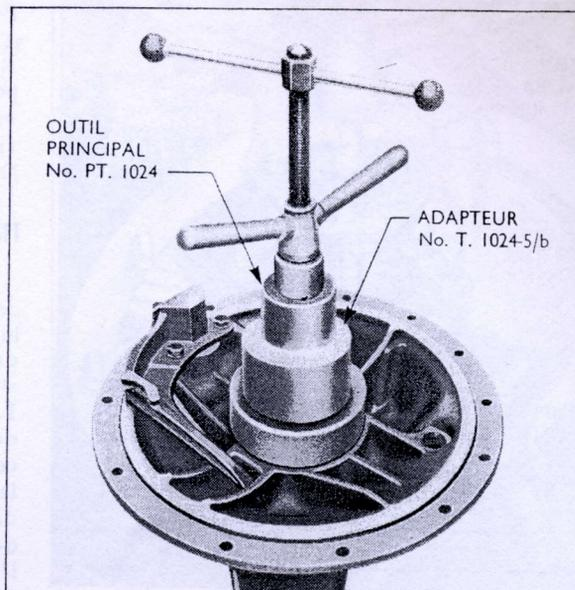

Fig. 13
1. Pour extraire la cuvette du roulement gauche de différentiel, utiliser l'outil principal PT 1024 avec la bague T 1024-5/b et les demi-coquilles T 1024-5/a. Engager les demi-coquilles avec la cuvette de roulement et le bouton central sur l'arbre de l'outil, et bloquer le grand écrou à poignées pour extraire la cuvette du carter (fig.13)